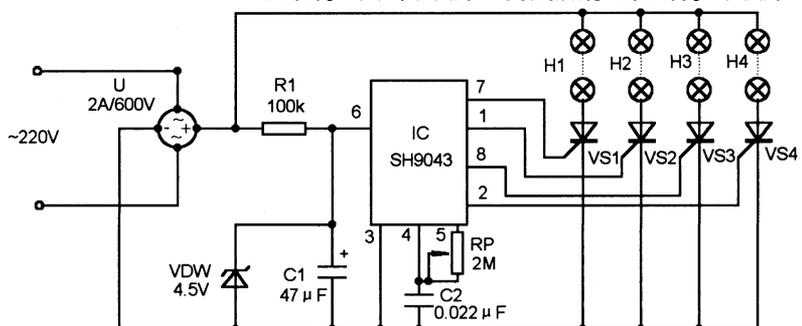

图 7 SH9043 IC 构成的四路彩灯串控制电路原理
SH9043 IC 构成的四路彩灯串控制电路原理如图 7 所示。220V 市电经全桥 U 整流后,由电阻  $R_1$  限流降压、电容器  $C_1$  滤波,VDW 稳压后 (VDW 不用也可) 供给 IC SH9043 工作。由 IC (7)、(1)、(8)、(2) 脚输出的脉冲信号使单向可控硅  $VS_1 \sim VS_4$  导通,从而驱动彩灯串 H1 ~ H4 作各种花样闪亮。